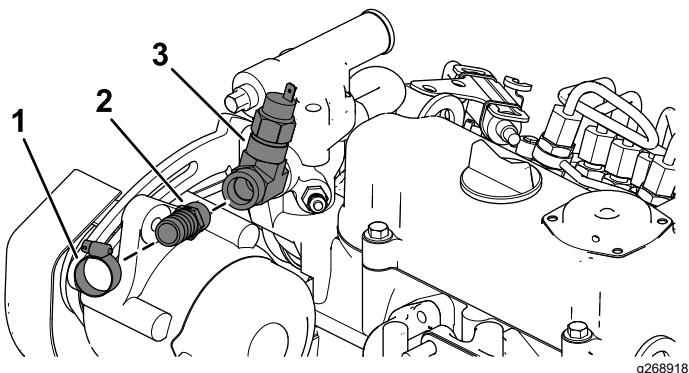

Figura 16
- D. Montate il flessibile ($\frac{5}{8}$ ") e il raccordo dell'adattatore ($\frac{5}{8}$ ") con fascette stringitubo (Figura 16).